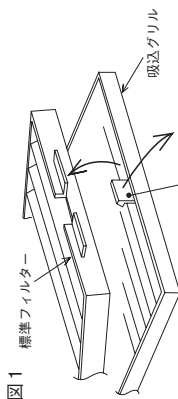
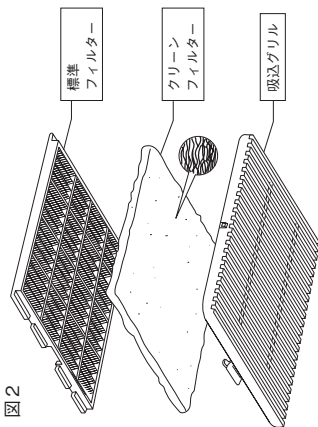

図1
図2
- (2)標準フィルターを取り外し(図1)、クリーンフィルター(1枚)を吸込グリルと標準フィルターの間に外郭を合わせて挟み込むようにして、取付けてください。(図2)